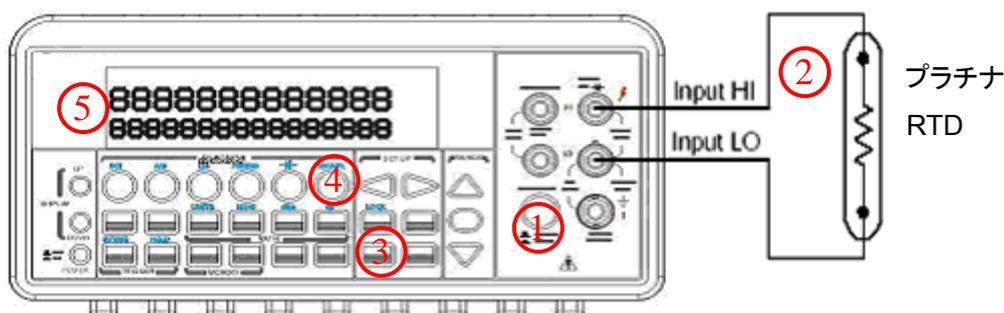

図 3-14
- ① TERMINALS スイッチを使用して前面パネルの入力端子を選択します。
- ② 図 3-14 に示すようにプラチナ RTD を接続します。
- ③ CONFIG、TEMP ボタンを押した後、◀または▶ボタンを押すとディスプレイが”SENSOR”表示のときセンサータイプを、”UNIT”表示のとき単位を選択できますので選択し ENTER ボタンを押します。それぞれについて◀または▶ボタンで項目を選択し、ENTER ボタンを押して設定します。
- ④ TEMP ボタンを押します。
- ⑤ RTD を希望の位置に置き、ディスプレイ上の測定値を読み取ります。